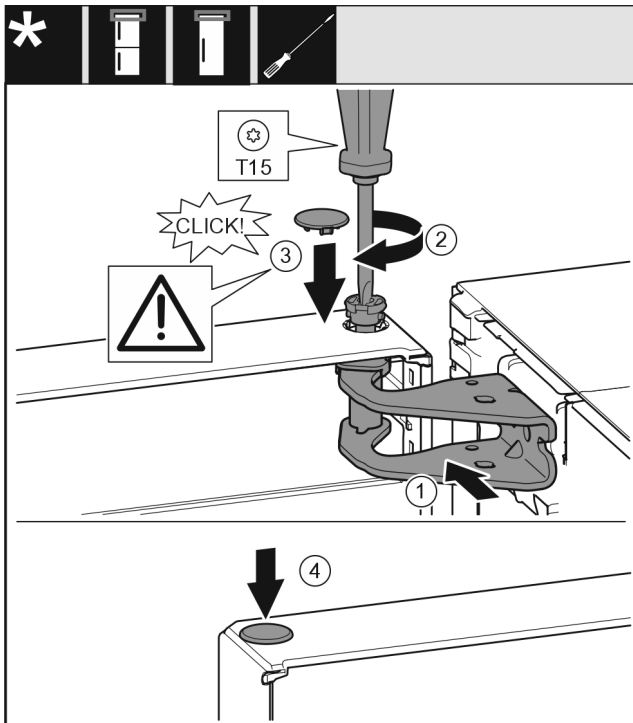

Fig. 21
- ▶ Вирівняйте двері зверху з отвором в опорному кронштейні Fig. 21 (1).
- ▶ Вставте штифт Fig. 21 (2) та закрутіть за допомогою викрутки.
- ▶ Вставте кришку Fig. 21 (3).
- ▶ Перевірте, щоб кришка Fig. 21 (3) щільно прилягала до дверей.
- ▶ Вставте кришку Fig. 21 (4).